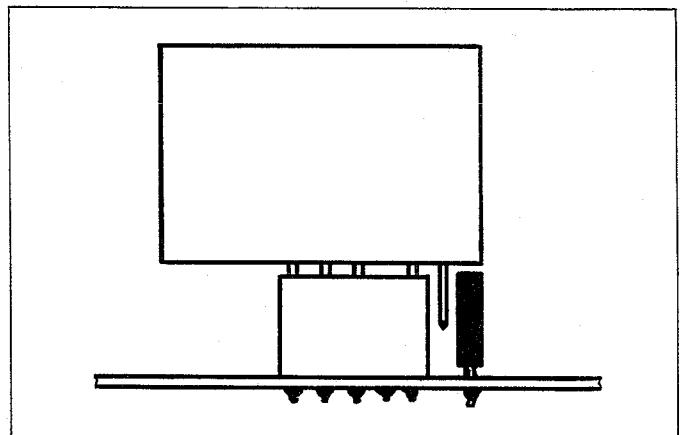

Fig. 3.5
- Der kleinere, sechspolige Print (1.179.183.21) des Kabelbundes wird in der fünfpoligen CIS-Buchse (Pos. B auf dem ARM ELECTRONIC PCB) so eingesteckt, dass einer der Anschluss-Stifte zwischen der CIS-Buchse und dem Kondensator frei bleibt (siehe Fig.3.5). Der Stecker, der vorher an diesem Platz war, wird in die Buchse auf dem kleineren Print 1.179.183.21 eingesteckt. (Auf richtige Codierung achten, in der Buchse muss ein Anschluss frei bleiben).